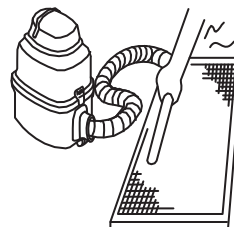

Abb.6-3
- Beim Staubsaugen sollte die Seite mit dem Lufteingang nach oben zeigen (Siehe Abb.6-3).